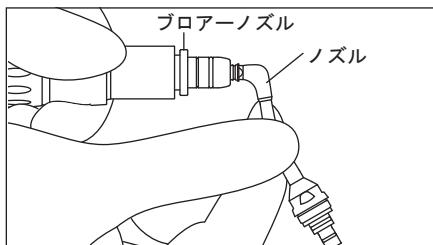

図 16
- 5) ノズルの先端にプロアーノズルを接続し（図 16）エアのみで空運転します。これによりノズル内に残留したパウダーが排出されます。